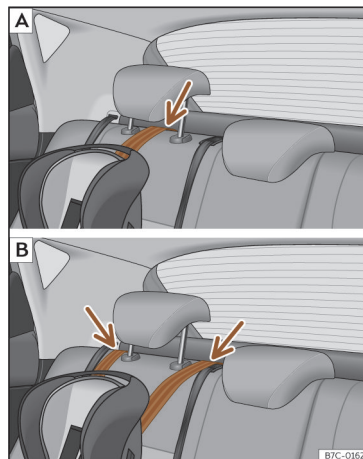

Fig. 27 Bancos traseiros: ajuste e montagem em função do cinto Top Tether.
- Coloque a corria por baixo do encosto de cabeça do banco traseiro»» Fig. 27 (em função das instruções da própria cadeira, levante ou retire o encosto de cabeça, se for necessário).